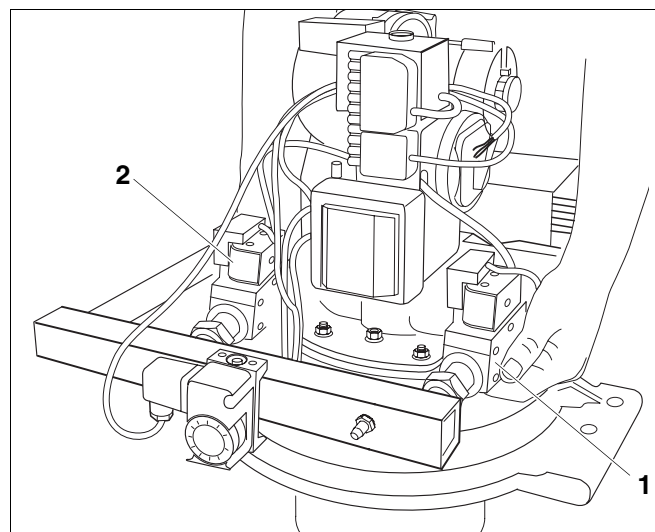

Fig. 6 Déballage du brûleur
- Sortez le brûleur de gaz à pré-mélange Logatop VM du carton en le soulevant de deux côtés derrière les deux robinetteries de gaz (fig. 6, **pos. 1 et 2**).